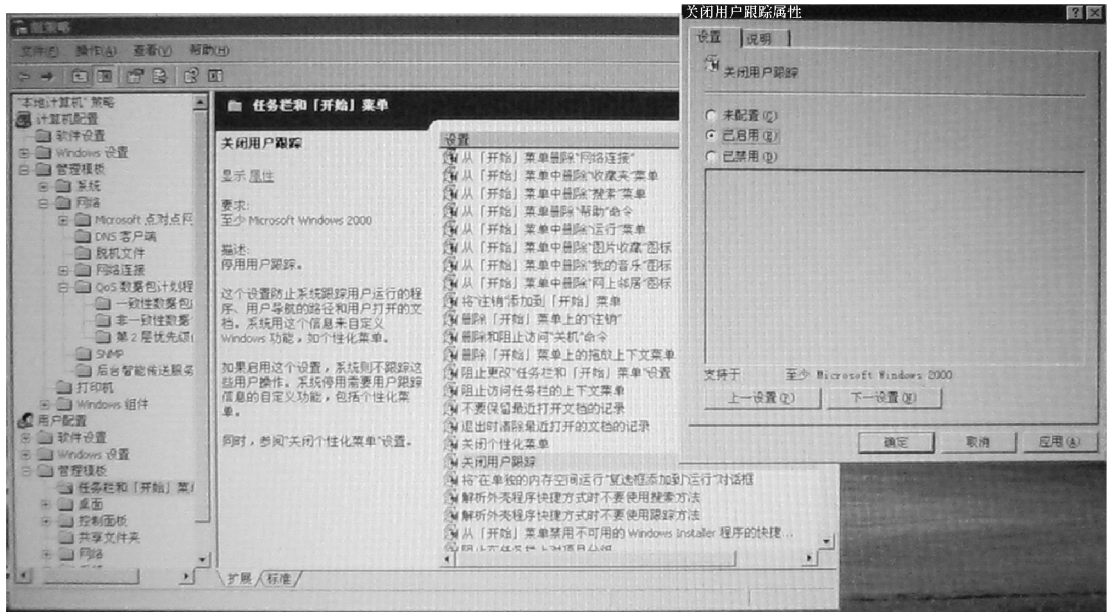

图 3-90 “关闭用户跟踪属性”界面
2) 另外，再回到“组策略”编辑器主界面中依次选择“用户配置”、“管理模板”、“任务栏和【开始】菜单”选项，然后双击右侧显示的“关闭用户跟踪”选项。在弹出的“关闭用户跟踪属性”窗口中选择“设置”选项卡中的“已启用”选项，最后单击“应用”按钮即可完成设置，如图 3-90 所示。